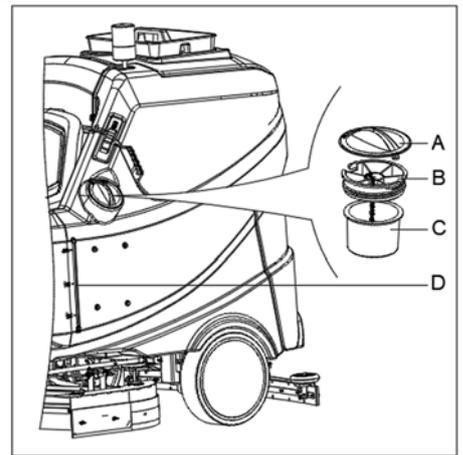

图 11
1. 安装水刮, 并旋紧把手(C, 图11), 然后把吸力管(B)连接到水刮上。
1. 打开注水口盖(A, 图 11)。
3. 水箱不要注水过满, 注入水量参照水位指示管 (D)。